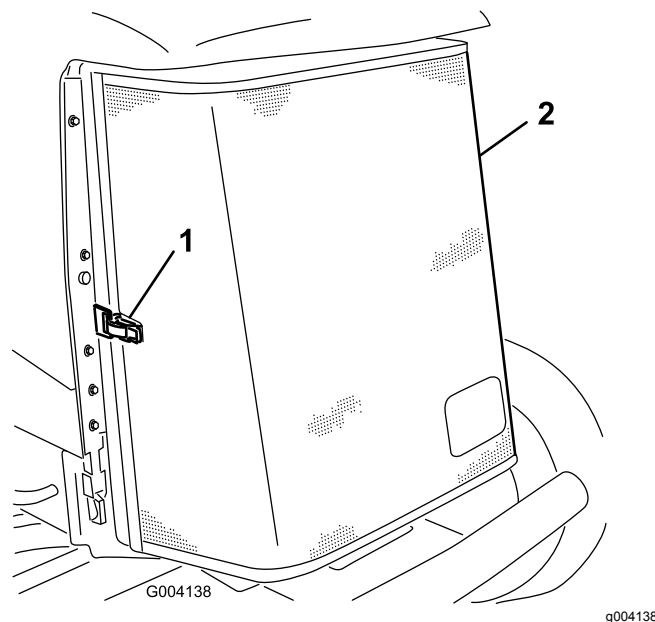

Figura 94
3. Desprenda a braçadeira e articule para abrir o painel traseiro (Figura 94).